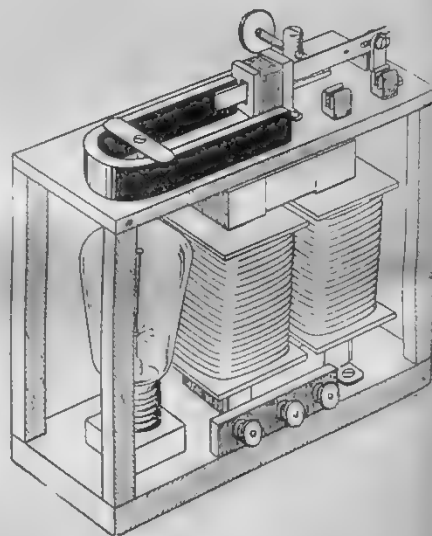

Рис. 11. Общий вид собранного выпрямителя.
- 2) Каково должно быть сопротивление (минимальное) резистора R (рис. 11), если напряжение батареи 8,4 вольта (лампы при данной задаче)?